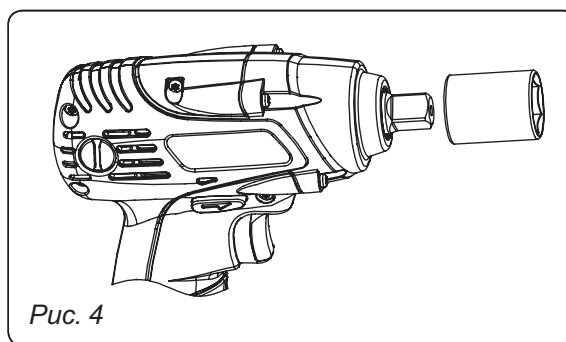

Рис. 4
1. Центрируйте отверстие прокладки и вставьте ее на веретено электроинструмента до упора (Рис. 4).